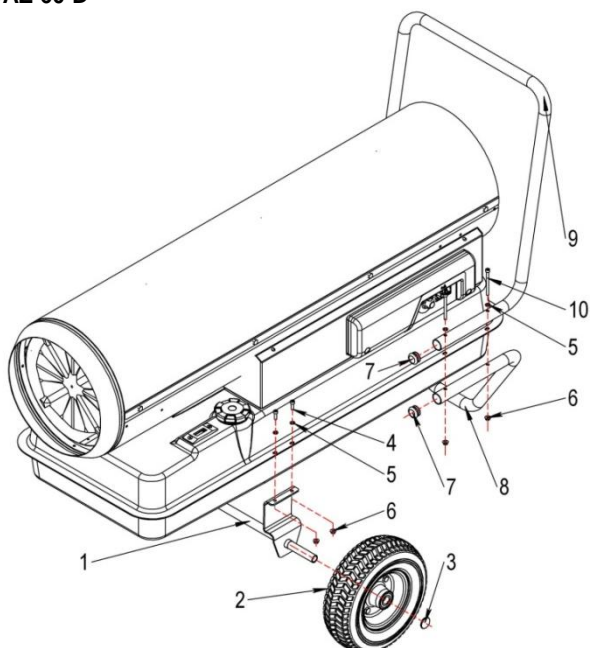

Rys.2
Przy montażu aparatu postępować następująco (patrz Rys. 2): Przymocować jedno ze strzemion (2) do zbiornika przy pomocy śrub (6), podkładek (7) i nakrętek (8). Przepuścić oś (1) przez umocowane strzemię (2), umocować drugie strzemię (2) i przepuścić przez nie oś. Montować w kolejności: koła (4), podkładki (3) i perścień zaciskowy (5). Umocować dobrze zatyczki koła uderzając w nie delikatnie.